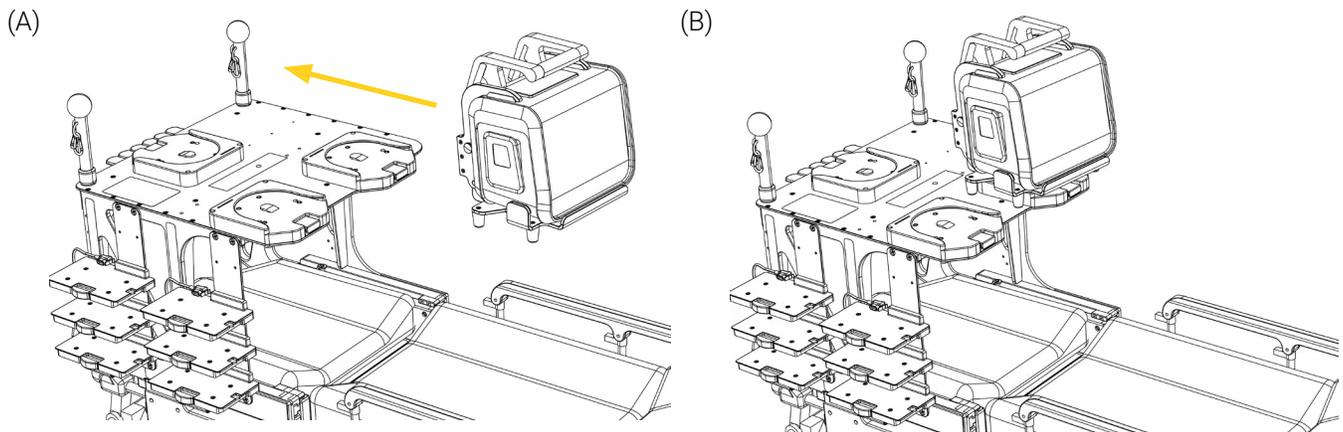

Figure 11: Installation de l'appareil médical sur la Base de fixation standard
3. Aligner et insérer le disque inférieur standard sous le support de fixation de l'appareil médical horizontalement dans la Base de fixation standard sur la plaque supérieure de la structure mobile, jusqu'à ce qu'il se verrouille (Figure 11).